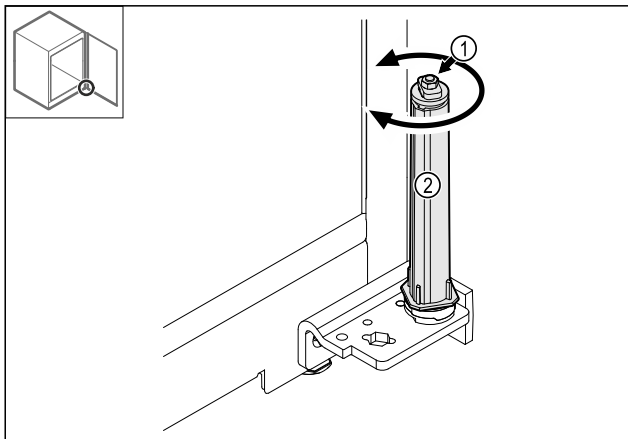

Fig. 39
► Ne szerelje szét a zárórendszer csavarkötését Fig. 39 (1).
- Forgassa el a zárórendszert Fig. 39 (2), amíg az be nem kattán.